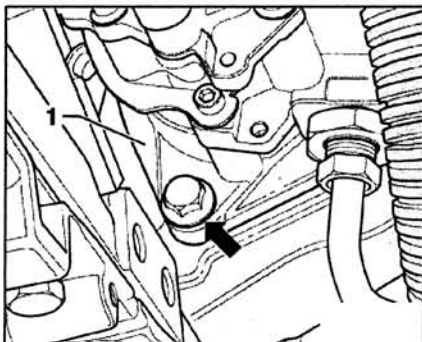

Рис. 6.28. Открутите болт (стрелка).
6. Открутите болт (стрелка) (рис. 6.28).